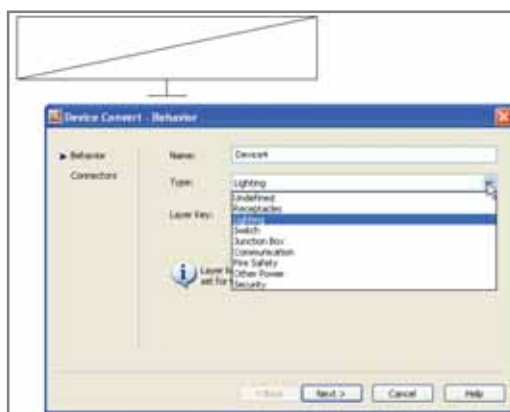

Рис. 12
- Шаг 2 — в раскрывшемся диалоговом окне задаем название устройства и его тип (в нашем примере — "Светильник") (рис. 12).